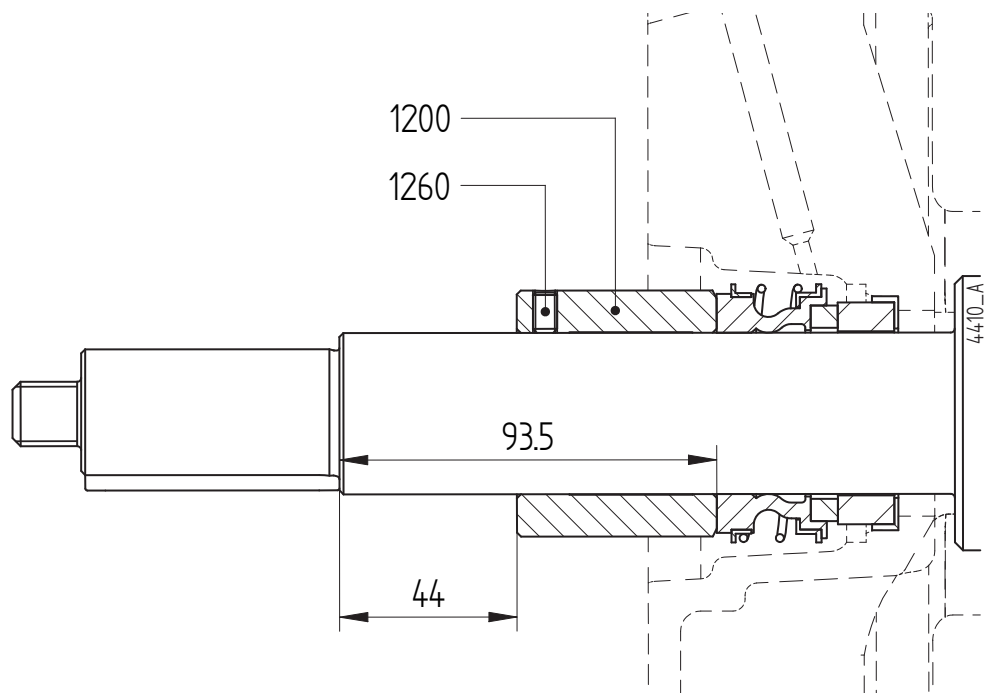

Abbildung 13: Einstellen der Gleitringdichtung M1 für Pumpengröße 200-160.
- 2 Die Wellenschutzhülse anbringen (1200) und den Abstand zur Wellennabe auf 44 mm einstellen. Siehe Abbildung 13 von Abschnitt 7.6.3 "Montage einer Gleitringdichtung M1". Die Stellschrauben (1260) anziehen.
- 2 Nur für Pumpengröße 200-160: Die Stellschrauben (1260) losdrehen. Siehe Abbildung 13.
- 7 Nur für Pumpengröße 200-160: Den Abstand zwischen Abstandbüchse und Wellennabe auf **44 mm** einstellen. Die Abstandbüchse mit Hilfe von Stellschrauben (1260) befestigen. Siehe Abbildung 13.